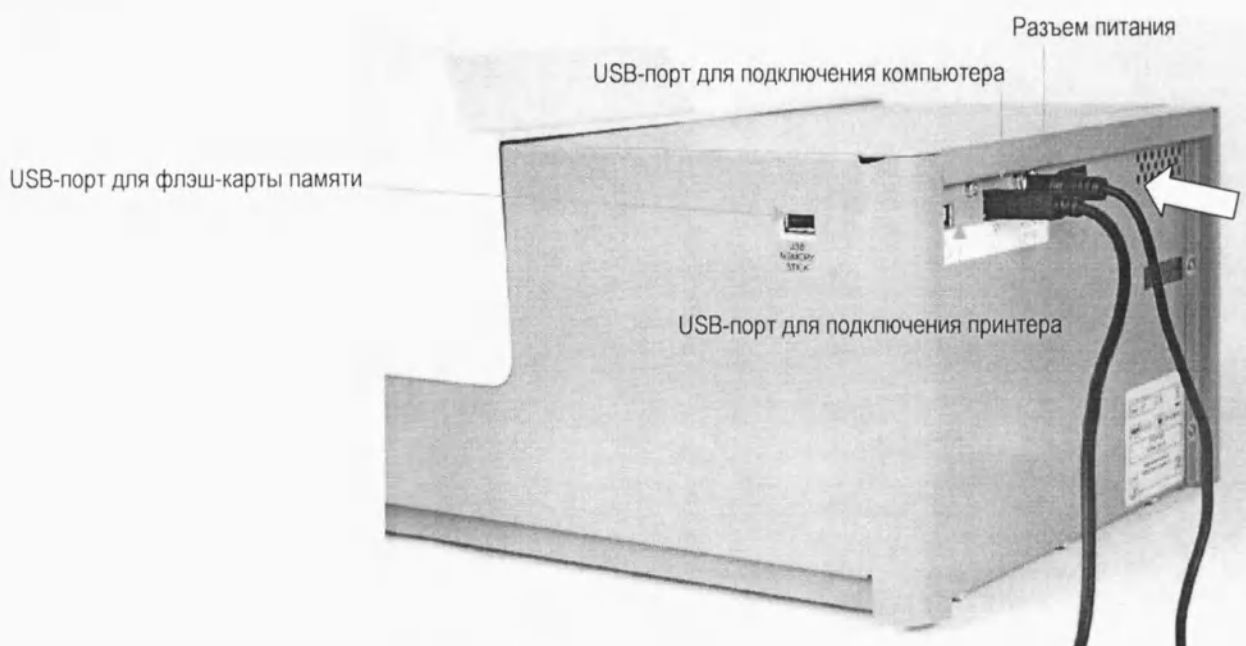

Рисунок 3-13. Подключение кабеля питания
1. Убедитесь что выключатель питания (ON/OFF) (Рисунок 3-13) на задней стенке прибора находится в положении OFF (ВЫКЛ.) (O).
Подключите сетевой кабель от компьютера к соответствующему разъему на задней стенке прибора (Рисунок 3-13).
Прибор имеет USB-порт для подключения принтера (Рисунок 3-13). Можно использовать внешний USB-протокол для принтера HP PCL5.